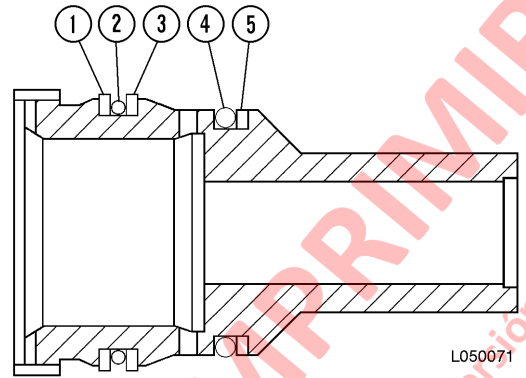

FIGURA 6-14. UBICACIÓN DEL O-RING EN LA CAMISA DEL PISTÓN
30. Instale el anillo de respaldo (1, Figura 6-14), el O-ring (2) y el anillo de respaldo (3) en la ranura de más atrás de la camisa del pistón. Instale el O-ring (4) y el anillo de respaldo (5) en la ranura restante.